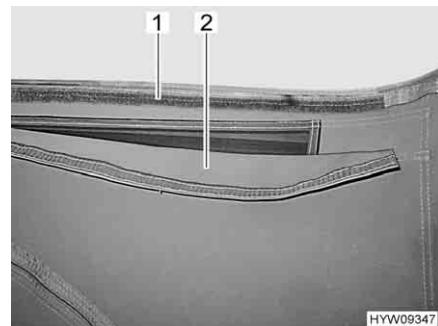

Fig. 51 Aerazione (aperta)
- Portare verso l'alto la membrana in tessuto (Fig. 51,2) e spingerla sulla parte in velcro (Fig. 51,1).